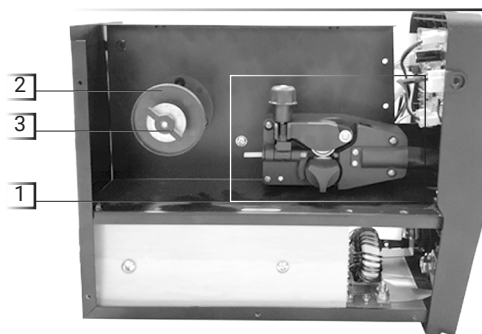
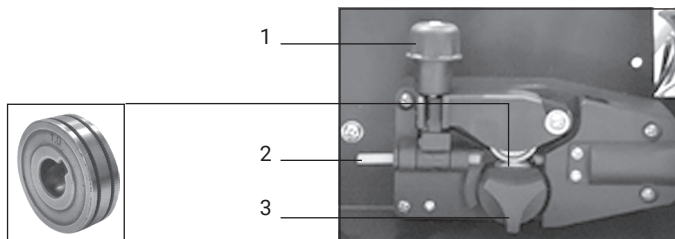

рис.2
рис.5
Сварочный инвертор выполнен в металлическом корпусе с вентиляционными отверстиями и снабжен вентилятором охлаждения для отведения излишнего тепла. На боковой панели расположен механизм подачи сварочной проволоки (рис.2 поз.1), шкив (рис.2 поз.2) и фиксатор шкива (рис.2 поз.3), скрытый под внешней крышкой (рис.2 поз.4) отсека подающего механизма.
10. Установите катушку с сварочной проволокой на шкив (рис.2 поз.2) так, чтобы при подаче проволоки катушка вращалась против часовой стрелки, для этого необходимо открутить фиксатор шкива (рис.2 поз.1), установить катушку и зафиксировать ее в обратной последовательности, после чего пропустите сварочную проволоку в механизм подачи (рис. 5):
- открутите фиксатор изменения усилия зажатия (рис.5 поз.1) и откройте прижимной механизм подачи проволоки, отведя его вверх;
- проверьте, чтобы размер канавки ролика на прижимном механизме соответствовал диаметру используемой сварочной проволоки, при необходимости поменяйте положение ролика, открутив фиксатор ролика (рис. 5 поз.3) против часовой стрелки;
- пропустите проволоку внутри направляющей трубки (рис.5 поз.2) и дальше в механизм подачи;
- опустите прижимной механизм и установите необходимое усилие прижима ролика поворотом фиксатора (рис.5 поз.1);